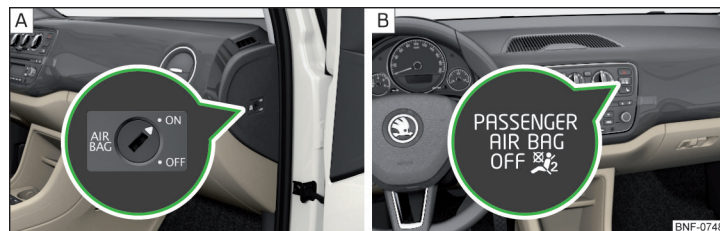

Fig. 9 Nøglekontakt til forsædepassagerens frontairbag / Kontrollampe til forsædepassagerens frontairbag
Forsædepassagerens frontairbag kan frakobles med nøglekontakten » Fig. 9 på side 18 – [A].
Nøglekontaktens positioner » Fig. 9 – [A]
**ON** Forsædepassagerens frontairbag er tilkoblet – kontrollampen **OFF** » lyser ikke efter tilslutning af tændingen » Fig. 9 – [B].